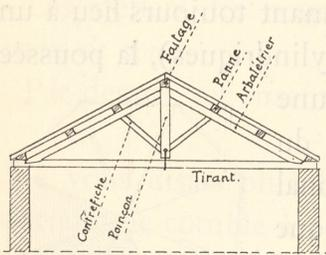

Fig. 344. — Ferme en charpente.
*Combinaison des fermes.* — Vous avez deux murs parallèles, et, entre ces murs, ni points d'appui ni murs de refend. L'intérieur doit être libre, pour permettre des salles. Il vous reste donc pour la charpente un espace prismatique au-dessus de ces murs — ce qu'on appelle le grenier. La ferme, que j'ai appelée un refend vertical, sera donc un triangle : tel est le cas le plus simple (fig. 344).